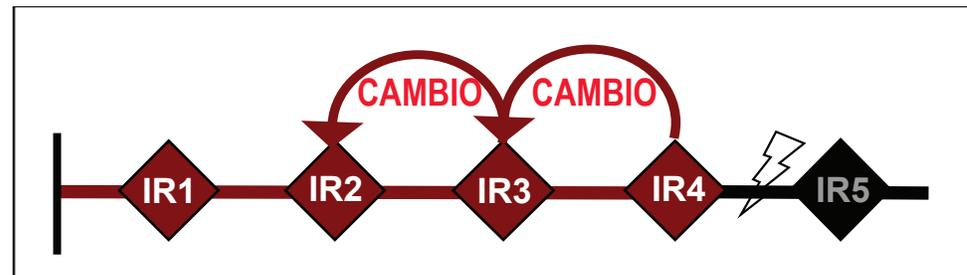

Figura 19. Falla temporal de la CEC; IR3 e IR4 detectan la falla y envían un mensaje de cambio de curva.
- Los interruptores de fallas IntelliRupter IR3 e IR4 detectan la falla y envían los mensajes de cambio de curva a sus vecinos del lado de la fuente. Vea la Figura 19.